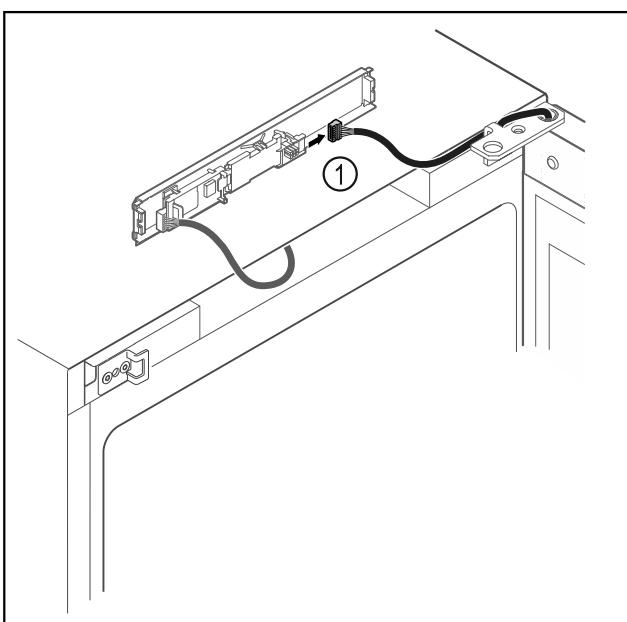

Fig. 18
- Витягнути штекер Fig. 18 (1) з плити.